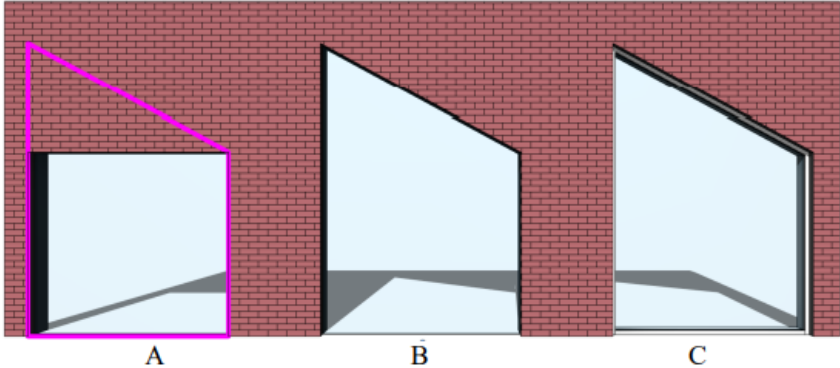

Рисунок 6.2 – Вставка «Вітражі» в стіну. Зміна зовнішнього контуру
- 2)  побудувати стіну-вітраж всередині базової стіни. За замовчуванням форма - прямокутна (рис. 6.2 А). Дозволити вирізання об'єктом «вітраж» отвору в базовій стіні;
- 3)   вибрати вітраж і викликати команду «Редагувати профіль» (контекстної вкладки «Змінити | Стіни», панель «Режим»). Сформувати ескіз нового контуру отвору (рис. 6.2 В);